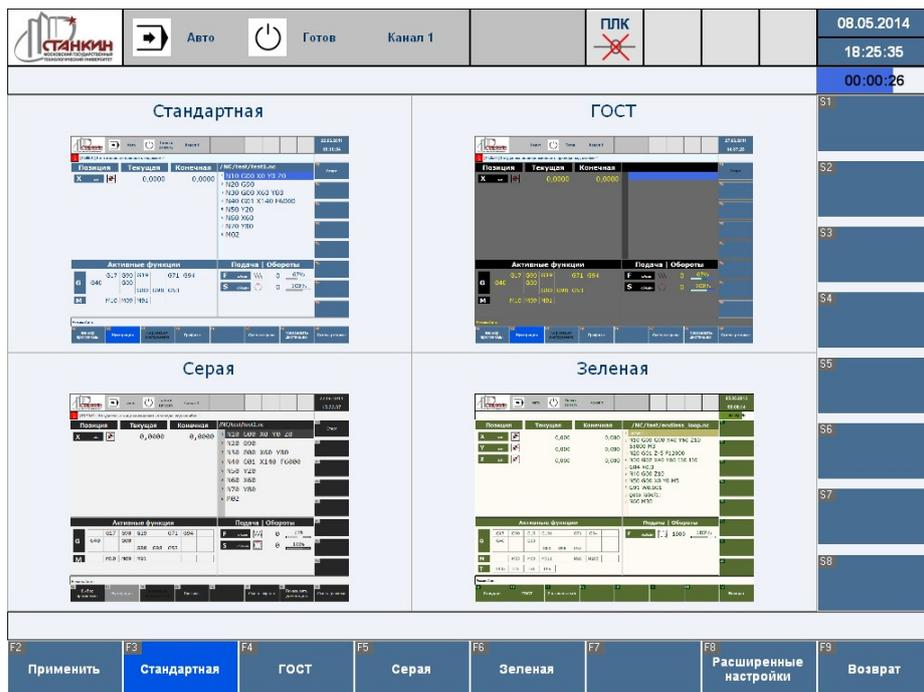

Рисунок 59 – Экран выбора предустановленных цветовых схем пользовательского интерфейса
- F9 – переход к экрану «Настройки» (Рисунок 59).